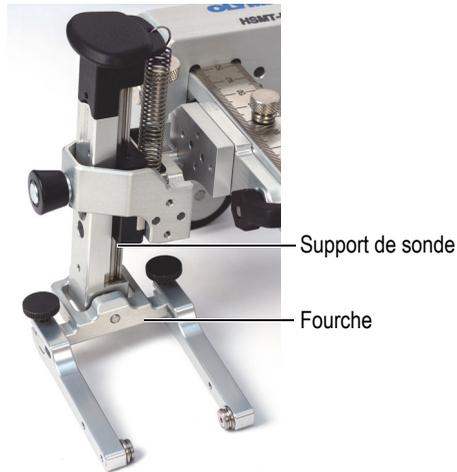

Figure 2-3 Fourches perpendiculaires au support de sonde
4. Installez le scanner sur la surface à inspecter. Les fourches doivent être perpendiculaires au support de sonde pour assurer une lecture précise (Figure 2-3 à la page 39).